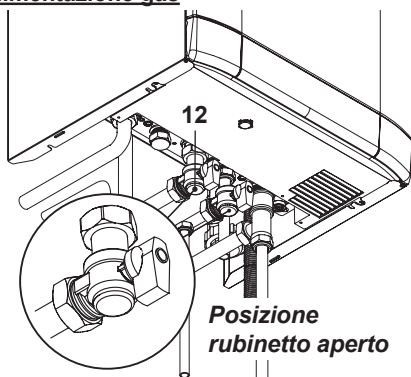

Fig. 6.1
- Aprire il rubinetto del contatore gas e quello della caldaia 12 in Fig. 6.1.